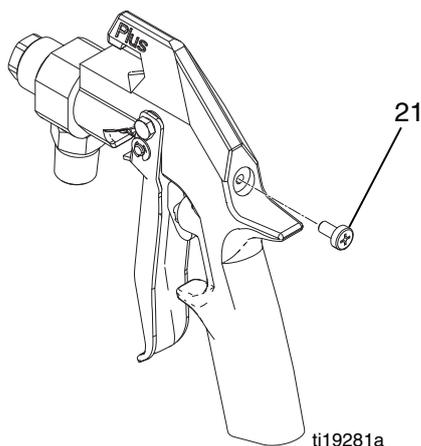

FIG. 18
8. Se è stata rimossa, installare la vite di tensione della molla (21) sulla parte posteriore della pistola. Ruotare poi la vite fin quando non si ferma. Vedere la FIG. 18.